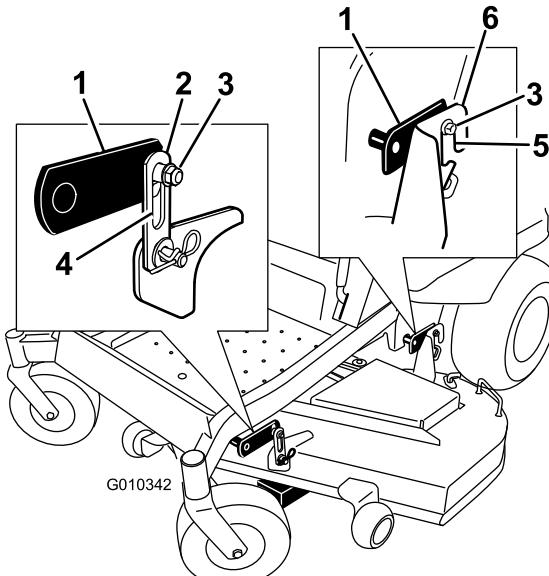

Figura 67
4. Afloje las tuercas de ajuste del sistema de nivelación (pieza 3) en las cuatro esquinas de modo que la plataforma quede bien asentada en los cuatro bloques. Asegúrese de que las barras de soporte de la plataforma están bajadas del todo (en la parte superior de la ranura) y que el pedal de elevación de la plataforma está hacia atrás, contra el tope, y apriete las cuatro tuercas de ajuste del sistema de nivelación (Figura 67).